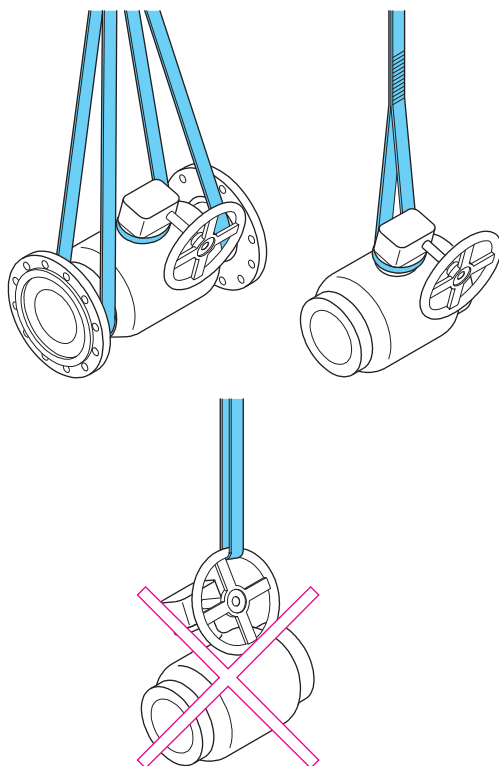

Рис. 2 Подъем крана.
При подъеме кранов большого размера используйте подъемные канаты. Не поднимайте кран за привод или шток (см. рис. 2 и 3).
- Используйте один из разрешенных способов подъема, показанных на рис. 2 и 3.